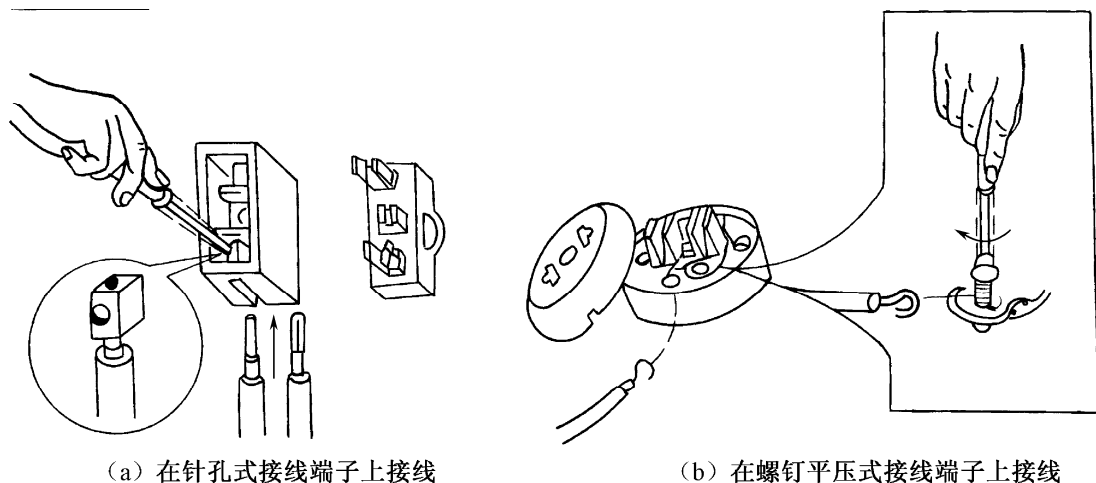

图 2.14 导线与接线端子的连接方法
(1) 导线头与针孔式接线端子的连接。在针孔式接线端子上接线时,如果单股芯线直径与接线端子插线孔大小适宜,只要把线头插入孔中,旋紧螺钉即可。如果单股芯线较细则要把芯线端头折成双根,再插入孔中,如图 2.14 (a) 所示。如果是多股细丝铜软线,必须先把线头绞紧并搪锡或装接针孔式导线端头,然后再与接线端子连接。注意,切不可有细丝露在接线孔外面,以免发生短路事故。
(2) 导线端头与螺钉平压式接线端子的连接。在螺钉平压式接线端子上接线时,对于截面积  $10\text{mm}^2$  以下的单股导线,应把线头弯成圆环,要求弯曲的方向应与螺钉拧紧的方向一致,如图 2.14 (b) 所示。